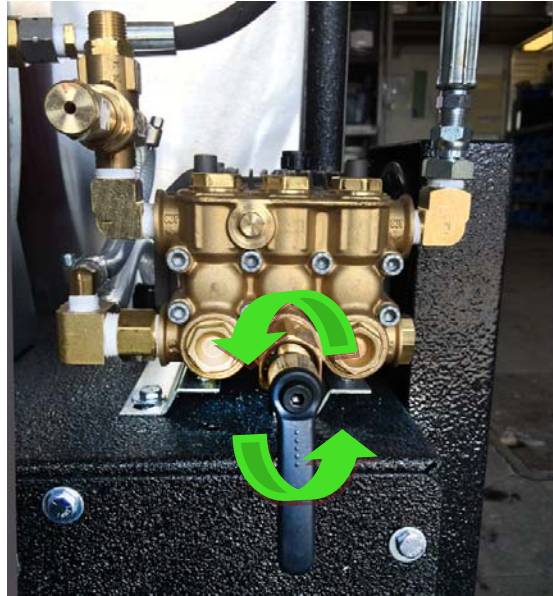

Figure 1.4
- 8- Placer la pompe en position « pulse » pour aider le boyau à avancer tel qu'indiquer à la figure 1.4.
- 10- Une fois la section congelée atteinte, régler la pompe en mode écoulement (valve de pulsation dévissée) voir figure 1.4. en maintenant une pression modérée sur le boyau afin de s'assurer que la buse de dégel continue son action.
- 12- Remettre la pompe en mode pulsation et tirer fermement le boyau afin de le retirer de la ligne principale / service. Voir figure 1.4.